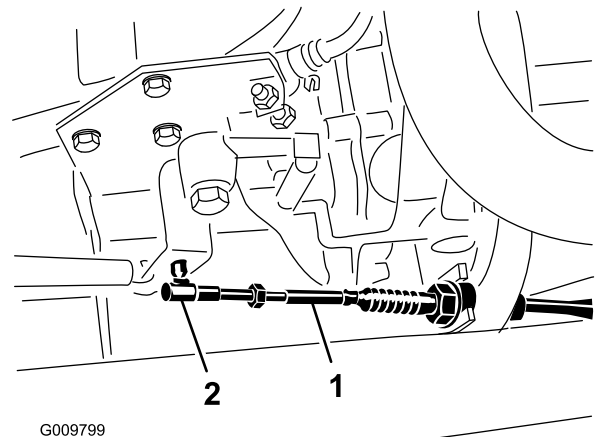
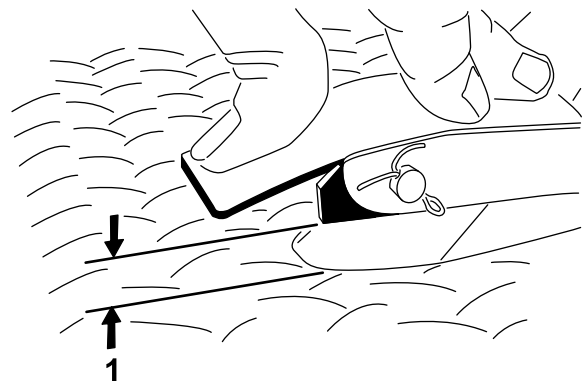

Figura 71
Figura 72
2. Ajuste la articulación esférica del cable del acelerador (Figura 71) hasta que haya 2,54 a 6,35 mm de holgura entre el brazo del pedal del acelerador y el borde superior de la chapa de suelo con dibujo a rombos (Figura 72) al aplicar una fuerza de 11,3 kg al centro del pedal. Apriete la contratuerca.